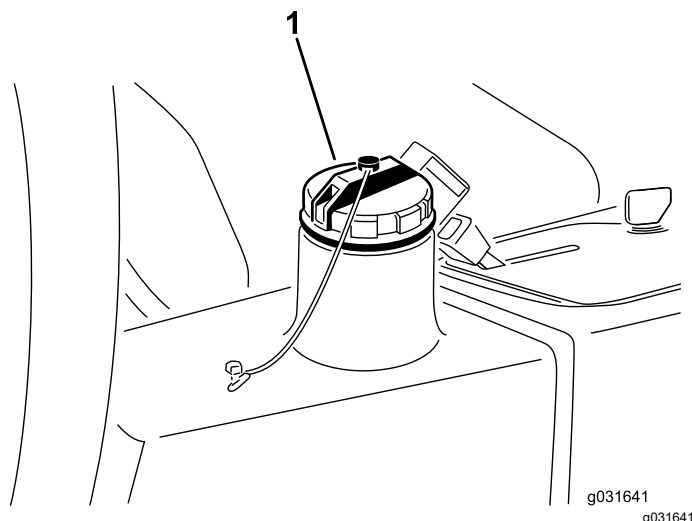

Figure 67
4. Versez environ 13,2 litres de liquide hydraulique dans le réservoir (Figure 67) ; voir Contrôle du système hydraulique (page 58).